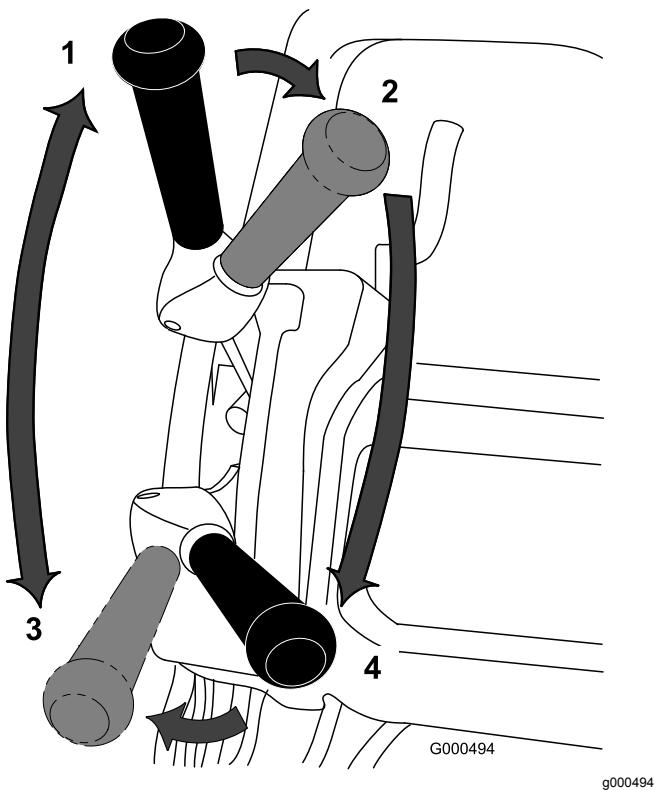

Figura 23
1. Ligue o motor, coloque o acelerador a uma velocidade reduzida, empurre a pega para levantar a unidade de corte, pressione o controlo de presença do operador, desloque a alavanca de tração e de engate da transmissão do cilindro para a posição FRENTE (transporte) e transporte a máquina até uma ponta do relvado (Figura 23).
2. Mova a alavanca para a posição de PONTO MORTO (Figura 23).
3. Mova a alavanca de tração para a posição de PONTO MORTO e a de transmissão do cilindro para DESENGATAR (Figura 23).
4. Mova a alavanca de tração para a posição FRENTE e a de transmissão do cilindro para ENGATAR (Figura 23), aumente a velocidade do acelerador até que a máquina se desloque à velocidade pretendida, conduza a máquina para o relvado, desça a unidade de corte para o solo e comece o corte.